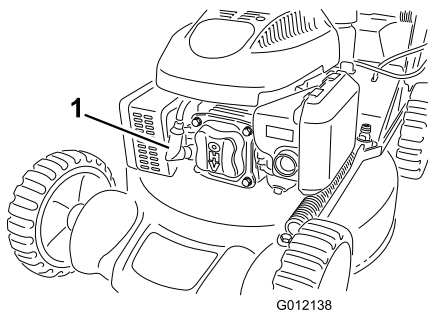

Figura 20
2. Staccate il cappello dalla candela (Figura 20) prima di eseguire interventi di manutenzione.
2. Scollegate il cappello dalla candela (Figura 20).